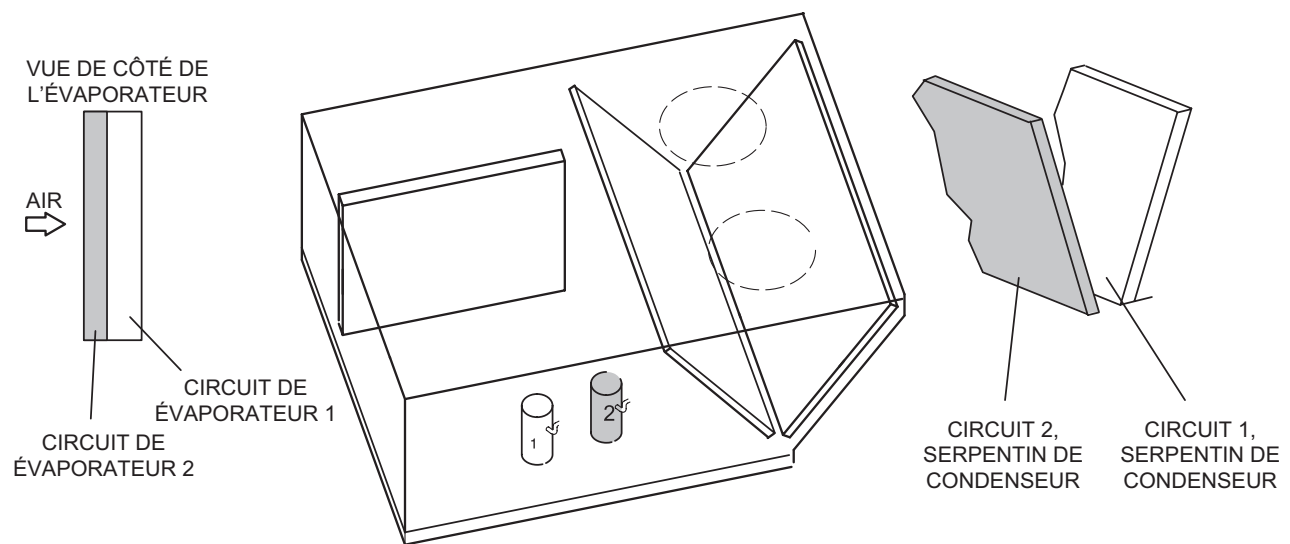

FIGURE 33
- 4 - Les unités SG/SC 120 contiennent deux circuits de réfrigérant et deux stages de climatisation. Reportez-vous à la FIGURE 33.